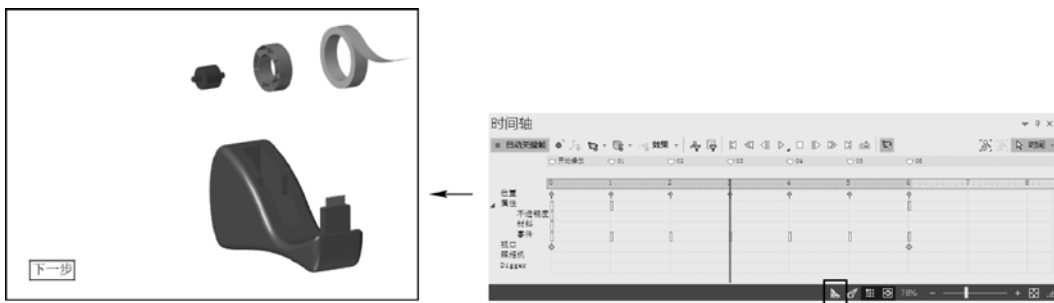

图 8-82 交互播放动画
STEP 7 完成上述操作后, 基本上就完成了交互动画的创建。取消时间轴右下角“设计模式”按钮的选中状态(即切换到演示模式状态), 再单击添加的“2D 文本”按钮, 即可以交互播放动画了, 如图 8-82 所示。